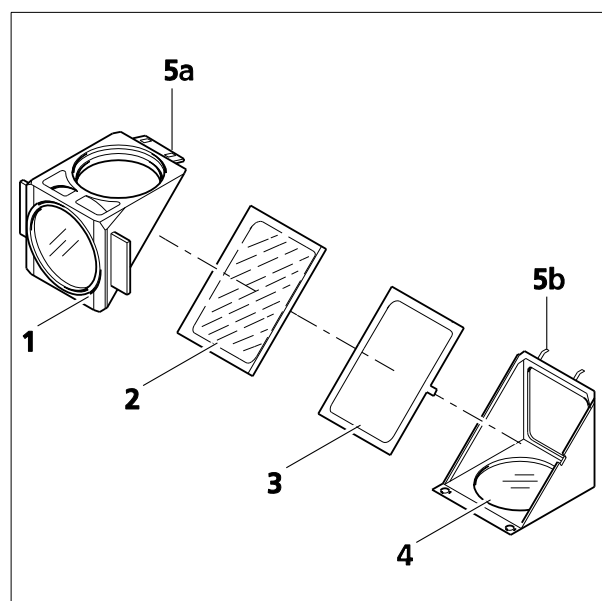

Figure 3-38 Remplacement d'un séparateur de faisceau
- Incliner le demi-module supérieur (Figure 3-38/1) vers le haut et le soulever pour le sortir des éléments de support (Figure 3-38/5b) du demi-module inférieur.
- Sortir le séparateur de faisceau (Figure 3-38/2) et le cadre à ressort (Figure 3-38/3) de la moitié inférieure du module.
- Retirer l'ancien séparateur de faisceau et placer le nouveau séparateur de faisceau, côté réfléchissant dirigé vers le bas sur le cadre à ressort (Figure 3-38/4), puis déposer les deux pièces ensemble dans le demi-module inférieur. S'assurer que la languette du cadre à ressort latéral se trouve dans l'encoche correspondante du demi-module inférieur.
- Placer le demi-module supérieur (Figure 3-38/1) sur le demi-module inférieur (Figure 3-38/4) (les éléments de support Figure 3-38/5b s'engagent dans les œilletons Figure 3-38/5a). Maintenir les deux moitiés ensemble et les remettre en position de montage.